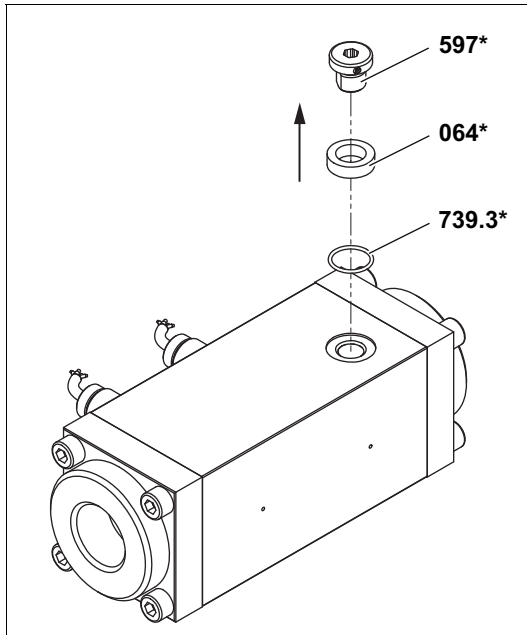

Abb. 1 Verschlusschraube entfernen
1. Verschlusschraube **597*** entfernen, siehe Abb. 1, Seite 12.